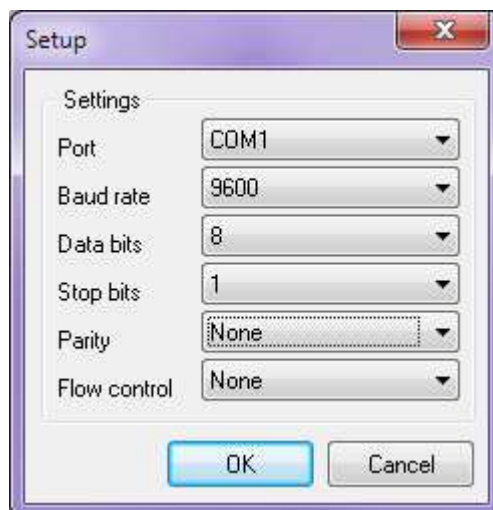

Рисунок 3
2.1 Снять крышку прибора. Подключить УС-ППК к прибору и свободному разъему USB ПЭВМ. Разъем для подключения УС-ППК указан на плате прибора в руководстве по эксплуатации, рисунок 3.
Открыть «Настройки» в главном меню окна, далее в окне (рисунок 3) выбрать COM-порт, к которому подключено УС-ППК: